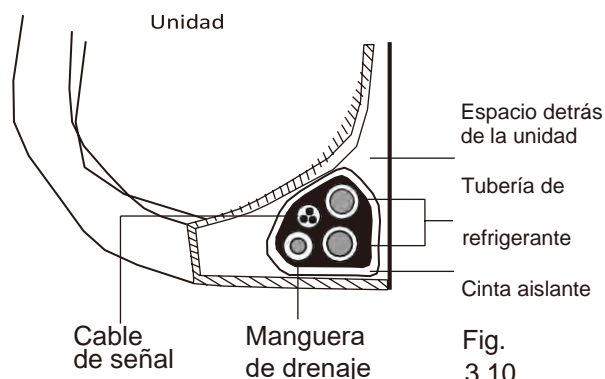

Fig. 3.10
- Agrupe la tubería de drenaje, las tuberías de refrigerante y el cable de señal tal como se muestra en la Fig. 3.10.
- Utilizando cinta aislante, envuelva el cable de señal, las tuberías de refrigerante y la manguera de drenaje juntos de manera ajustada. Vuelva a comprobar que todos los elementos queden agrupados tal como se muestra en la Fig. 3.10.